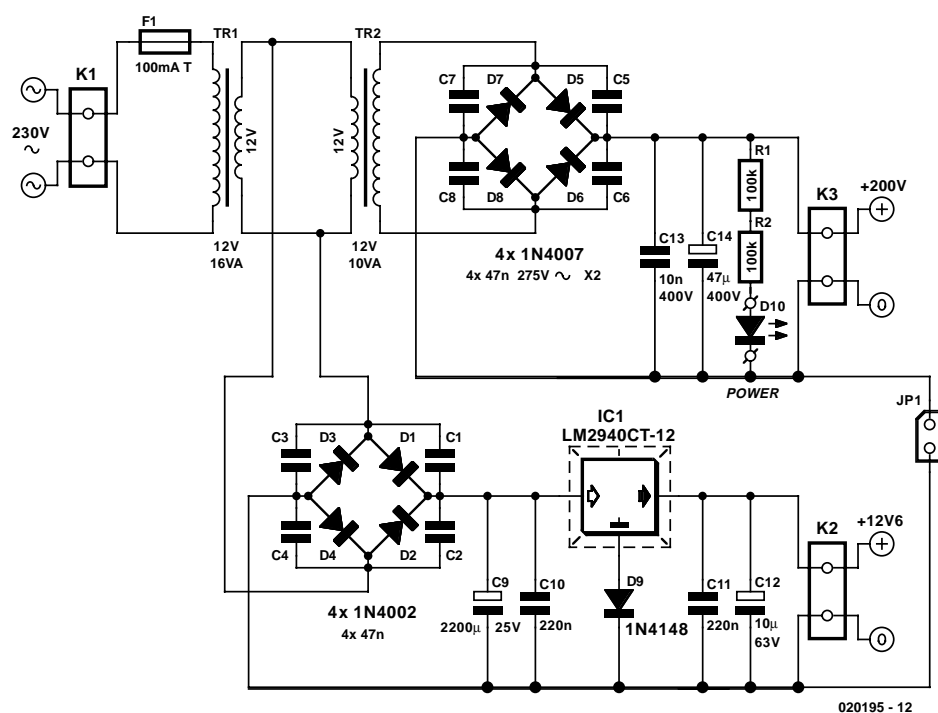

Figure 2. La Haute-Tension est fournie par une paire de transformateurs secteurs.
La **figure 2** représenté l'alimentation de l'amplificateur pour casque. La génération de la Haute-Tension (HT) fait appel à un transformateur secteur classique. L'enroulement faisant normalement office d'enroulement secondaire est connecté aux points 12 V du transformateur secteur proprement dit. Au niveau de l'enroulement primaire du trans-